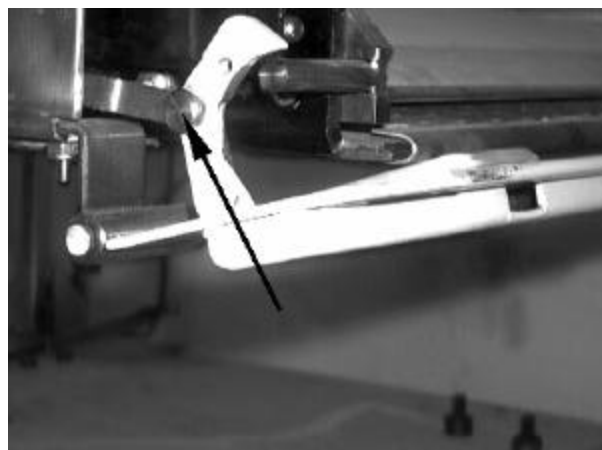

FIGURE 5-3: TIGES D'EXTENSION À RESSORT
- d. Voir la **Figure 5-3**. Retirer les deux (2) boulons (un de chaque côté de la porte du bâti) maintenant les tiges d'extension à ressort sur les crochets de la porte.